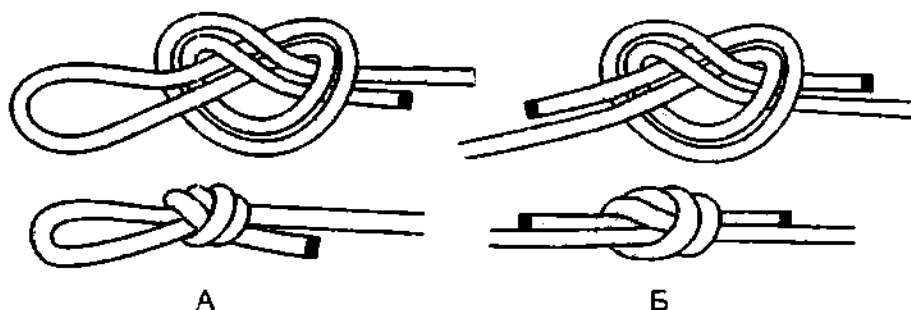

Рис. 257. Узел проводника (А) и встречный узел (Б) для связывания двух концов верёвок.
**Дубовая петля** представляет собой *простой узел*, завязанный сдвоенной верёвкой и образующий незатягивающуюся петлю (рис. 257). Это, пожалуй, самая распространённая петля из всех незатягивающихся петель. **Дубовая петля** быстро вяжется – она может быть завязана даже одной рукой, на завязывание петли уходит мало верёвки, но **дубовая петля** очень сильно затягивается и трудно развязывается, особенно на мокрой верёвке.